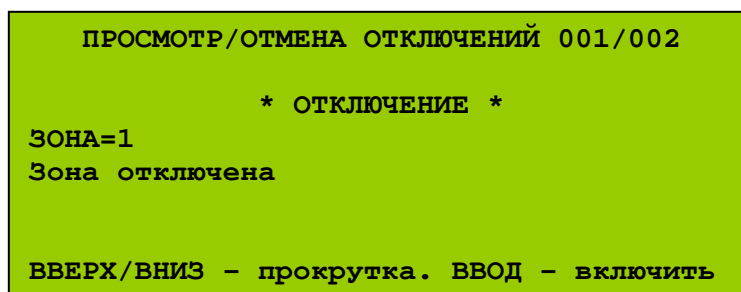

Рис. 85 (Меню просмотра и отмены отключений, пример)
- 2) В меню УД2 выбрать опцию «Отключения» \ «Просмотр и отмена отключений». Откроется меню просмотра / отмены отключений (Рис. 85).